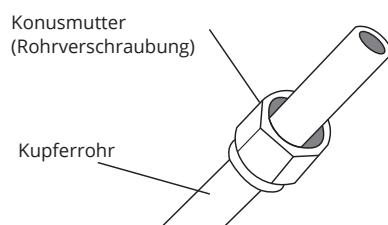

Abb. 7.7
- Setzen Sie Konusmuttern auf beide Rohrenden. Achten Sie darauf, dass sie in die richtige Richtung ausgerichtet sind, da sie nach der Aufweitung nicht geändert werden können. Siehe Abb. 7.7.